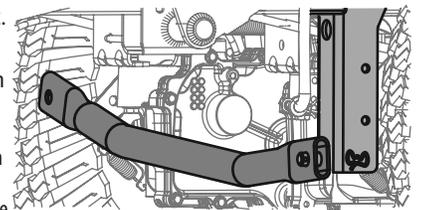

Figura 43
- Extraiga el pasador de chaveta con unión curva que está del lado izquierdo de la barra, que conecta la barra con el soporte del bastidor. Consulte la Figura 43.
10. Mientras sostiene la correa y la polea de la PTO juntas, gire la polea de la PTO hacia la izquierda (Consulte la Figura 43). Siga sosteniendo y rotando la polea de la PTO y la correa de la PTO hasta que la correa de la PTO se enrolle totalmente en la polea de la PTO.